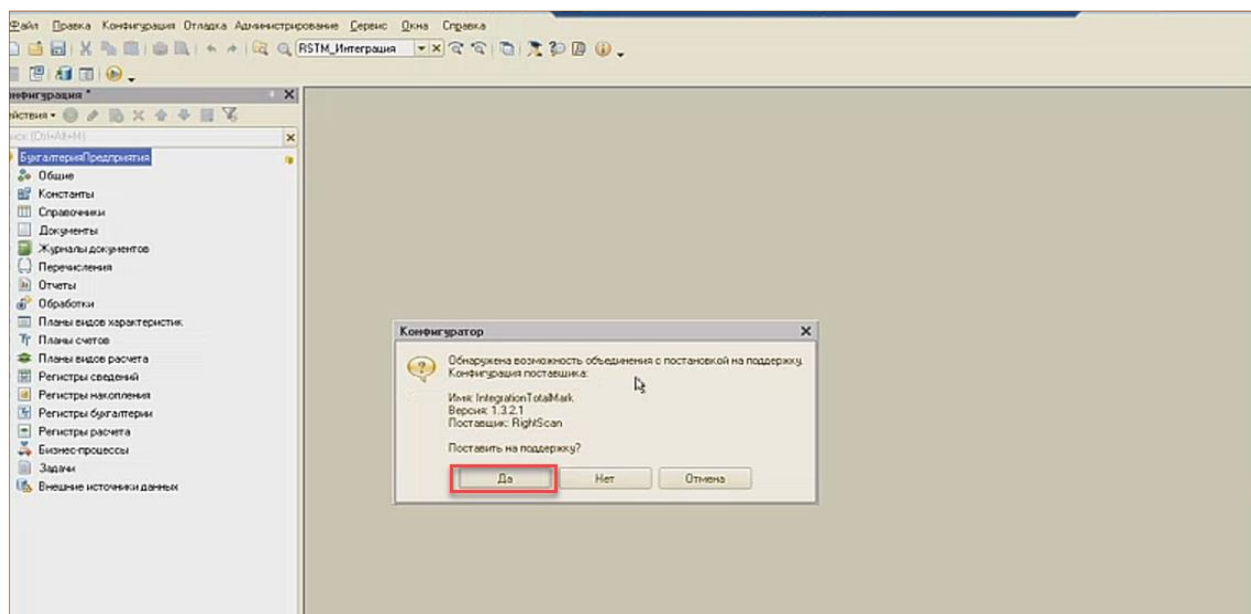

Рис. 11.6 - Объединение конфигураций
- Необходимо поставить конфигурацию на поддержку (Рис. 11.6).